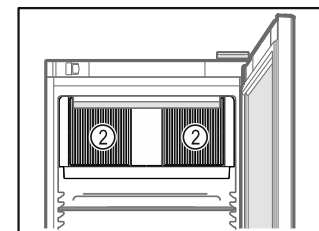

Fig. 78
- ❑ Lüftungsschlitze *Fig. 78 (2)* des Umluftgebläses im Innenraum freihalten.